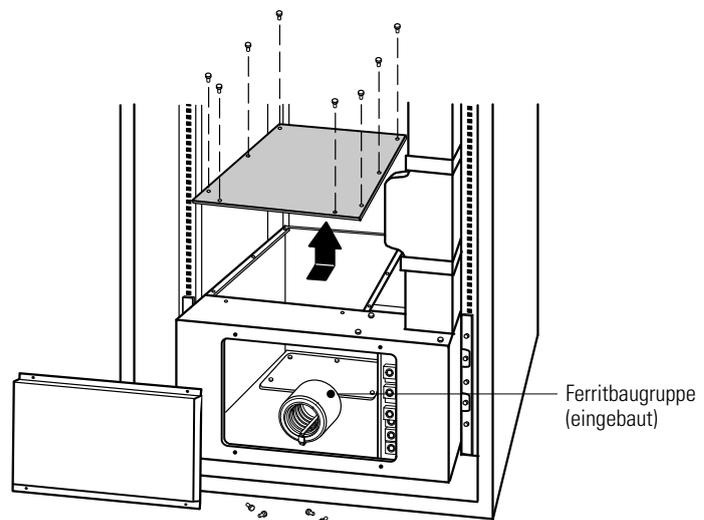
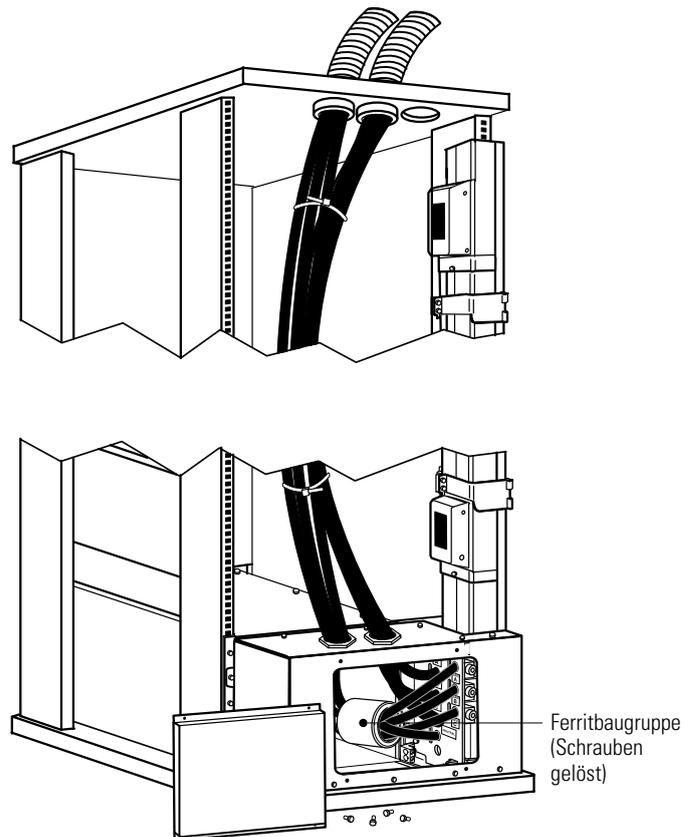
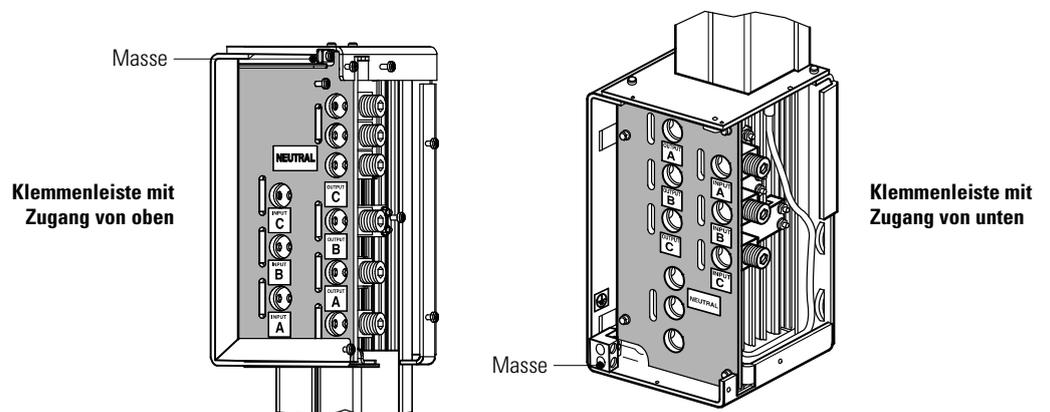

Abbildung 5. Entfernen der oben angebrachten Kabelkanalabdeckung (dargestellt mit Zugang von unten)
Abbildung 7. Verdrahtung von oben in einem für den Zugang von unten vorgesehenen Rack
Abbildung 8. Klemmenleiste der BladeUPS-Schiene
3. Die acht Schrauben an der oben angebrachten Kabelkanalabdeckung herausdrehen und aufbewahren. Die Abdeckung zur Seite schieben, um sie abzunehmen und aufzubewahren. Siehe Abbildung 5.
- 7. Verdrahtung von oben in einem nur für den Zugang von unten vorgesehenen Rack.** Mit einem Greenlee-Dorn ein oder mehrere Löcher von oben in den Kabelkanal schlagen. Auf der Oberseite des Racks im hinteren Bereich ein oder mehrere Löcher einbringen. Siehe Abbildung 7.
- 8.** Die Eingangs-, Ausgangs- und Masseleitungen entsprechend Abbildung 8 und Tabelle 2 an der Klemmenleiste der BladeUPS-Schiene anschließen. Die drei Eingangsphasen und den Neutralleiter durch die festgeschraubte oder gelöste Ferritbaugruppe verlegen (siehe Abbildung 5 oder Abbildung 7).